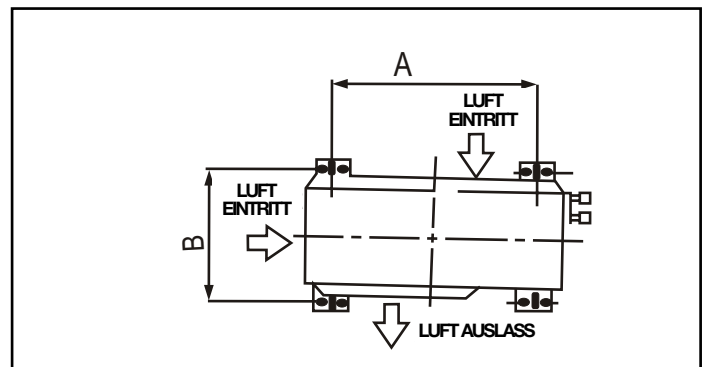

Abb. 10
5. Die Außeneinheit muss fest mit einem steifen, robusten Trägermaterial verbunden sein und waagrecht stehen. Verwenden Sie Mutterschrauben mit 8 mm oder 10mm Durchmesser (Abb. 10).